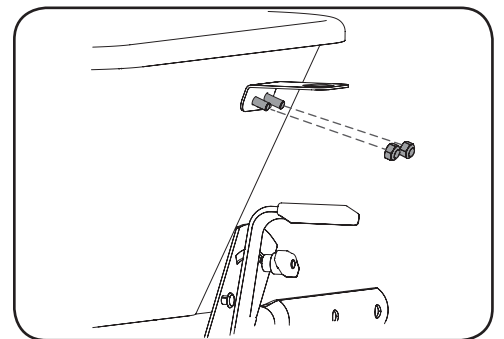

Figure 2-16
- Installez le support du contacteur MARCHE/ARRÊT du moteur sur le côté droit de la trémie à l'aide de deux vis hexagonales, des rondelles et des contre-écrous. Vissez les vis hexagonales à travers les rondelles, puis à travers la trémie. Fixez le support de l'interrupteur à l'extérieur de la trémie au moyen des contre-écrous. Consultez la Figure 2-16.